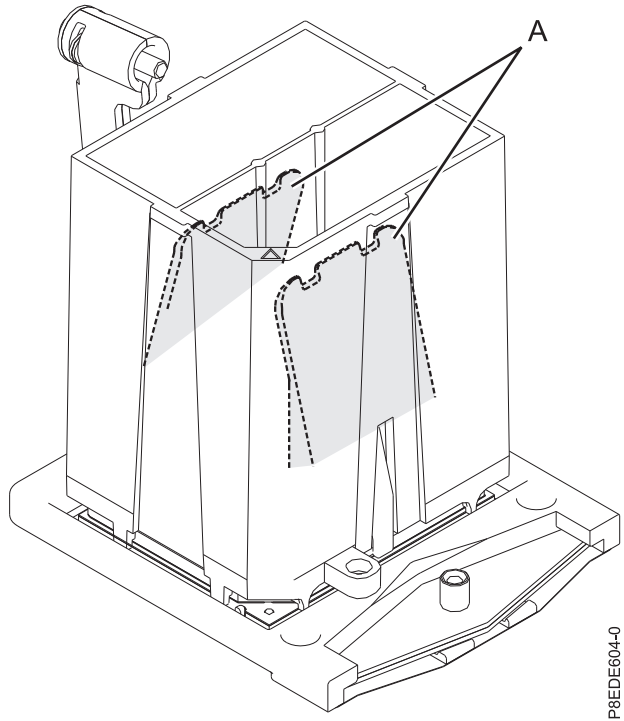

Figura 17. Extracción de la herramienta del módulo del procesador del sistema
8. Una vez que el módulo de procesador del sistema esté correctamente alineado, presione las dos pestañas de sujeción azules (**A**) y manténgalas presionadas hasta que se alcance un tope firme, como se muestra en la Figura 17 en la página 19. A continuación, levante la herramienta para sacarla del módulo del procesador del sistema.